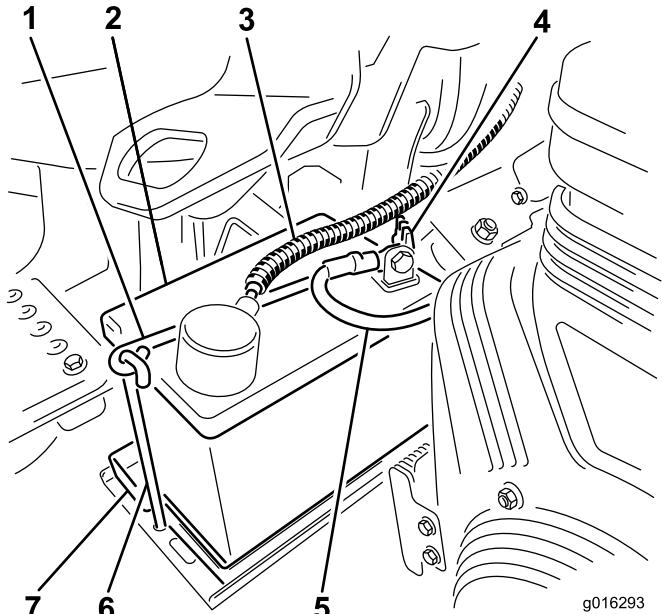

Figura 8
- Coloque a bateria no tabuleiro da bateria e prenda-a com o grampo e dispositivos de fixação previamente removidos (Figura 8).
- Instale o cabo positivo (vermelho) no terminal positivo (+) e o cabo negativo (preto) no terminal negativo (-) da bateria e fixe-os com os parafusos e as porcas (Figura 8). Coloque a proteção de borracha sobre o terminal positivo para evitar um curto-circuito.